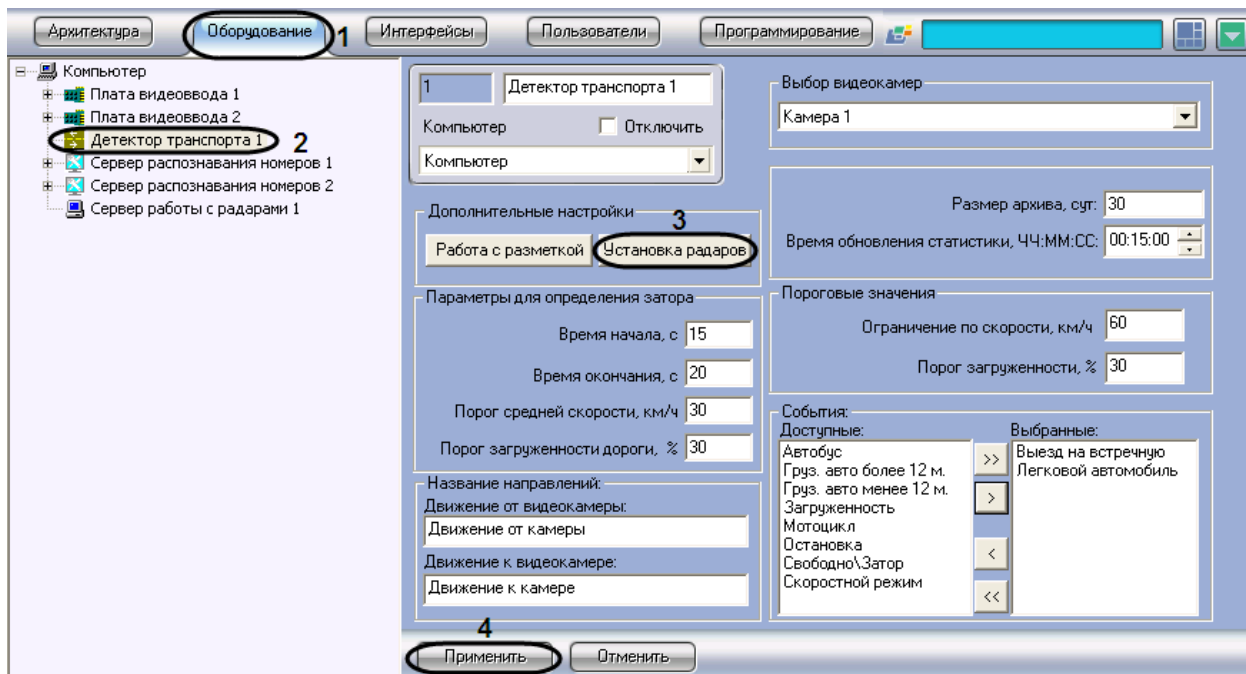

Рис. 7.4-14. Настройка совместной работы программных модулей «Детектор транспорта» и «Радар»
1. В диалоговом окне «Настройка системы» перейти на вкладку «Оборудование» (Рис. 7.4-14, 1).
2. В дереве объектов на вкладке «Оборудование» выбрать объект «Детектор транспорта», соответствующий настраиваемому программному модулю «Детектор транспорта» (Рис. 7.4-14, 2). В правой части вкладки «Оборудование» отобразится панель настройки выбранного объекта.
3. Нажать на кнопку «Установка радаров» для вызова меню настройки совместной работы программного модуля «Детектор транспорта» с программным модулем «Радар» (см. Рис. 7.4-14, 3).
4. Нажать кнопку «Применить» (см. Рис. 7.4-14, 4).